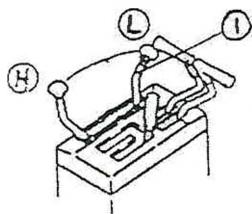

Рис. 2-4
### 2.2.1.1 Рычаг управления подачей топлива (1) (Рис. 2-4)